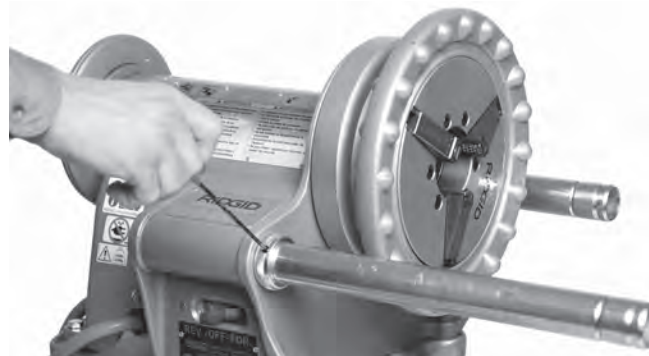

Figura 8 – Ubicación de los tornillos de montaje
1. Extienda las barras de apoyo completamente hacia adelante. Empuje hacia atrás los aros de retención hasta que topen el alojamiento de la máquina 300. Con una llave hexagonal de 1/8", apriete los tornillos de montaje en los aros de retención (Figura 8).